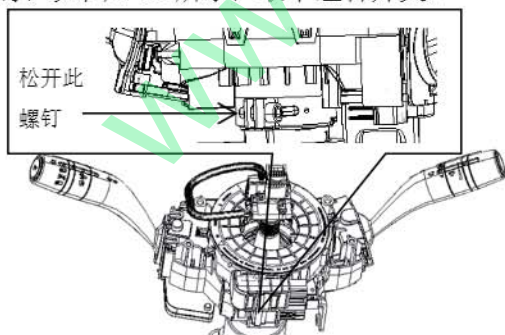

图 3-12 拆下组合开关
①拔下连接在组合开关上的接插件。
②用十字起松开组合开关的一个安装螺钉，如图 3-12 所示，取下组合开关。